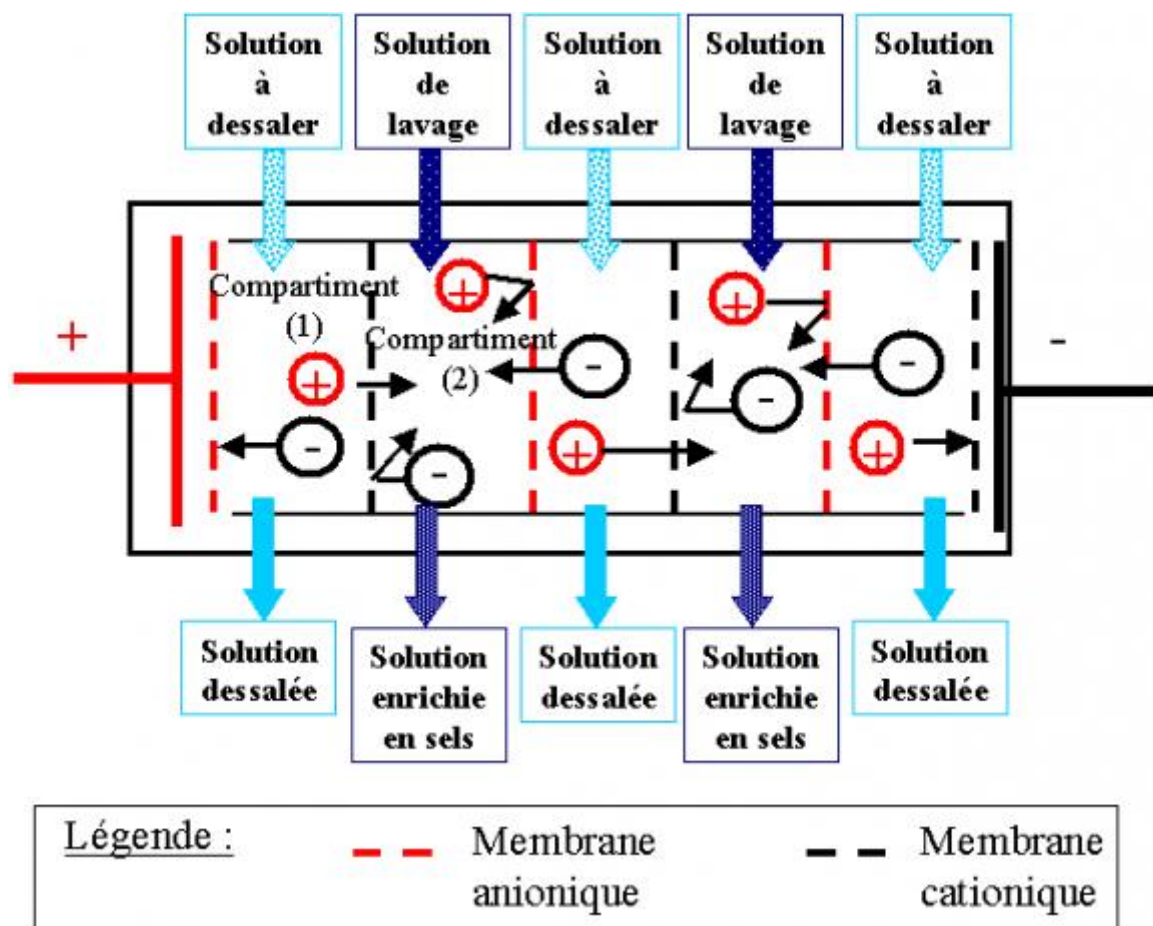

figure 4. principe de l'électrodialyseur.
un électrodialyseur fonctionne de la manière suivante (voir figure 4): deux compartiments (1) et (2) sont séparés par des membranes alternativement anioniques et cationiques. comme leur nom l'indique, sous l'action d'un champs électrique, les premières ne se laissent franchir que par des anions, les secondes par des cations. les cations migrent dans le sens du courant électrique. ils peuvent sortir du compartiment en traversant la membrane cationique, mais il ne peuvent pas sortir du compartiment (2), car ils trouvent sur leur chemin une membrane anionique. les anions migrent dans le sens inverse du courant électrique. ils peuvent eux aussi sortir du compartiment (1) en traversant la membrane anionique, mais ils ne peuvent pas sortir du compartiment (2) car la membrane cationique les en empêche. en conséquence, le compartiment (1) s'appauvrit en sel dissous: on l'appelle compartiment de dilution. le compartiment (2) s'enrichit en sels dissous: on l'appelle compartiment de concentration. la concentration des substances dissoutes non ionisées n'est pas modifiée.